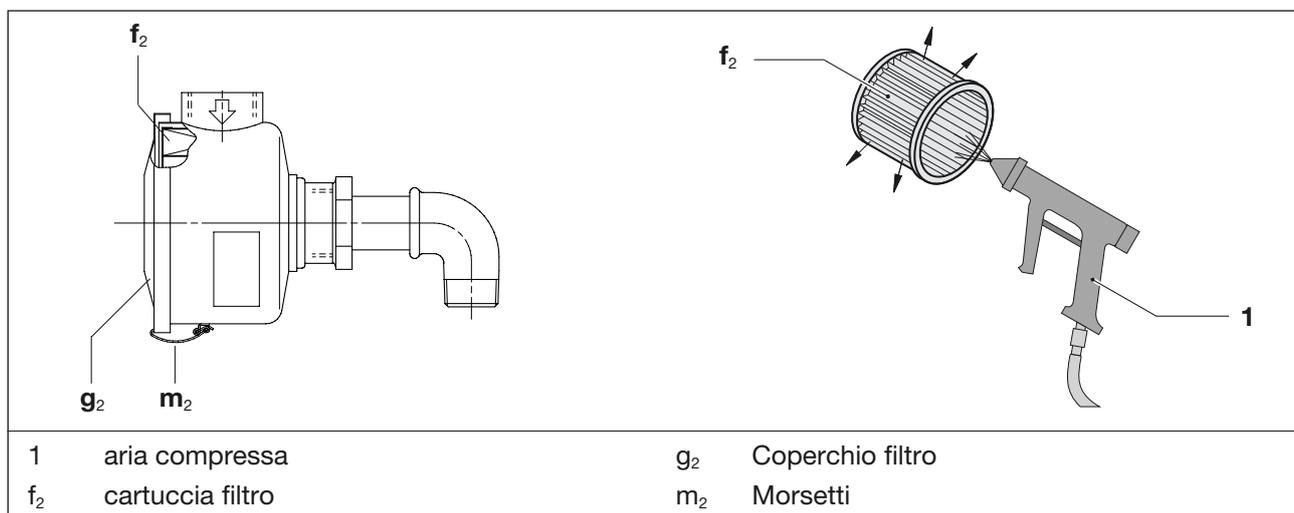

Fig. 7 Filtro di aspirazione
- Allentare i morsetti (Fig. 7/m₂) sul coperchio del filtro (Fig. 7/g₂).
- Rimuovere la cartuccia filtro (Fig. 7/f₂) dal filtro e pulirla o sostituirla.
- Rimettere la cartuccia filtro nel filtro e fissare il coperchio del filtro (Fig. 7/g₂) con i morsetti (Fig. 7/m₂).